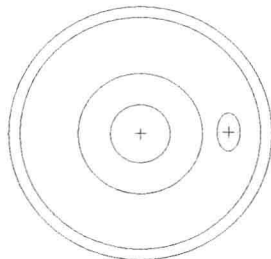

图 3-17 图形文件
Step 01 按【Ctrl+O】组合键，打开图形文件，如图 3-17 所示，在“功能区”选项板的“草绘”选项卡中，单击“操作”面板中的“选择”按钮。